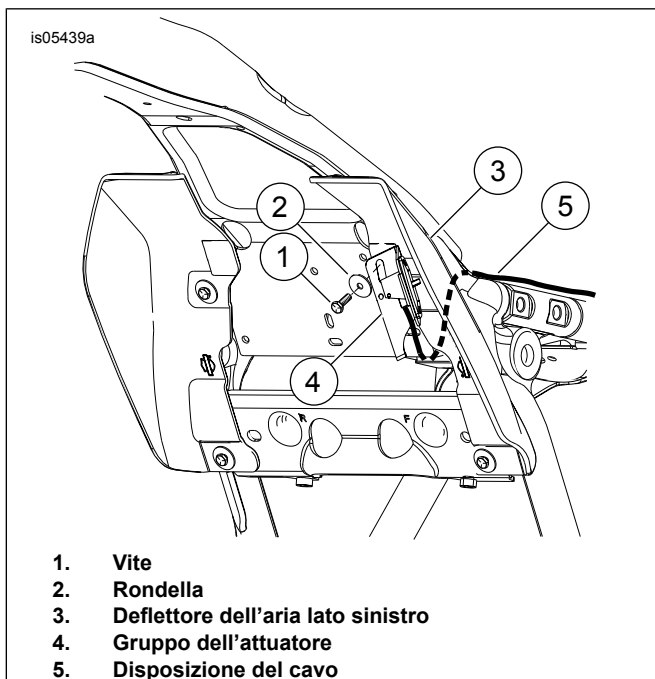

Figura 5. Installazione del gruppo dell'attuatore col deflettore dell'aria centrale
3. Vedere Figura 5 Estrarre dal foro del telaio il fermafilo in plastica della candela, nel punto in cui si andrà a montare la staffa della maniglia di regolazione. Eliminare il fermafilo di plastica.
8. Vedere la figura 5. Assicurarsi che il cavo di regolazione dello schienale non sia collegato alla staffa di montaggio. Partendo dall'attuatore, far passare il cavo dello schienale sotto la piastra della traversa e poi in alto lungo il telaio (5).
10. Vedere la figura 5. Far scorrere il lato piatto della staffa dell'attuatore (4) dietro ai fili e allineare il foro di montaggio superiore del deflettore alla fessura della staffa della maniglia di regolazione. Accertarsi che la linguetta piegata sulla staffa si innesti sul bordo della piastra della traversa. Una volta effettuato l'allineamento, inserire e serrare la vite con la rondella.